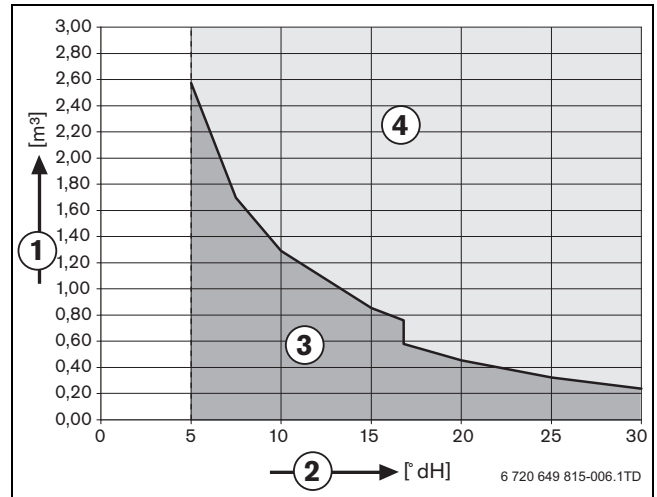

Bild 10 Anforderungen an Füll- und Ergänzungswasser für Geräte bis 50 kW
- ▶ Unbehandeltes Leitungswasser nach Trinkwasserverordnung oder vollentsalztes Füllwasser mit einer Leitfähigkeit von ≤ 10 Microsiemens/cm verwenden (→ Bild 10). Grundwasser ist nicht gestattet. Bei Verwendung von Wasserzusatzmitteln, vorab Ihre Buderus-Niederlassung kontaktieren.